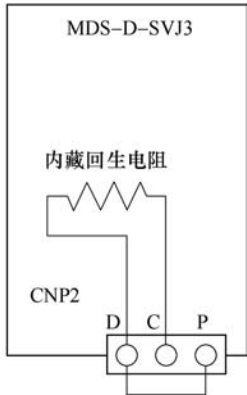
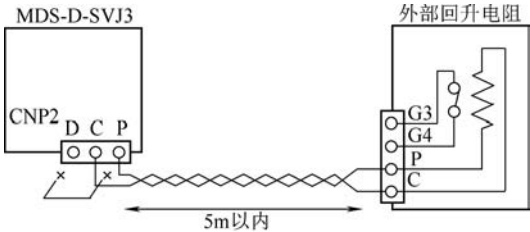

图 4
图 5
(2) 回生电阻的连接。标准内藏式回生电阻,通过控制电路端子排CNP2 P-D之间的短路便可连接内藏回生电阻,如图4所示。对应伺服参数设定为SV036
外部回生电阻,如图4所示,取下P-D间的连接短导线,在P-C间连接回生电阻,电缆使用双绞线链接。驱动器中的内部有回生电阻的电子热继电器(S/W处理),当检测出回生电阻过热时,能发出过回生报警(报警30)。使用热保护端子(G3、G4)是对回生电阻的过热实施双重保护。在实施此双重保护时,当G3-G4间发生不通时可变更PLC程序进行紧急停止状态的处理,如图5所示。对应伺服参数设定为SV036 bitB=1,外部回生电阻有效。